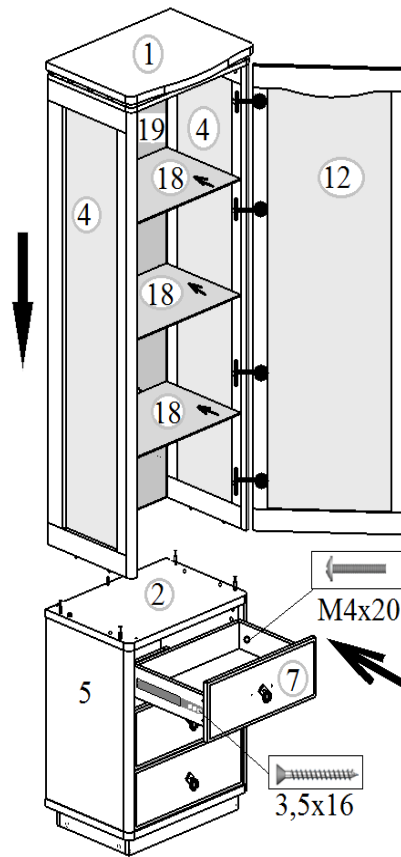

Рисунок 8
закрепить их к направляющим. С наружной стороны ящика закрепить шурупом 3,5x16 шариковую направляющую к боковине ящика. См. рис.8.
16. Шурупами 3,5x16 закрепить ответные планки петель на боковины (поз. 3, 4). На дверь (поз. 14, 15) установить чашки петель. Соединить ответную часть петли с чашкой и отрегулировать дверь по высоте, ширине, глубине. См. рисунок 8. Винтом М4x20 закрепить ручки на двери.
17. Установить зеркало (поз.19) в проем между деталями (поз.1,4) и закрепить полкодержателями для стекла. См. рис.8.
18. На дверь (поз.12) установить чашки петель и закрепить шурупами 3,5x16, шурупами 3,5x16 закрепить ответные планки петель на деталь (поз.4). Соединить ответную часть петли с чашкой и отрегулировать дверь по высоте, ширине, глубине. См. рис. 8,9.